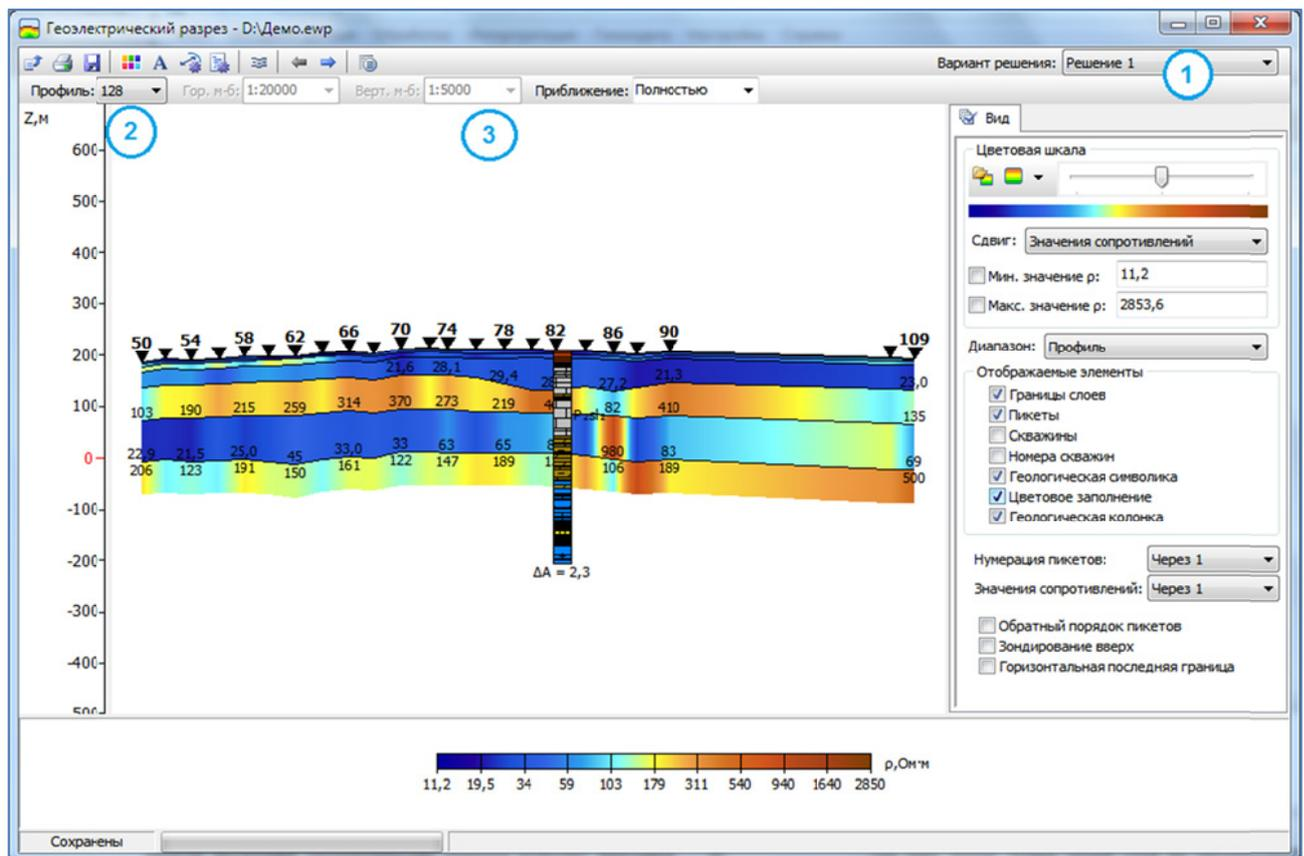

Рис. 6.4.1. Модуль построения геоэлектрических разрезов.
Для запуска модуля оформления геоэлектрических разрезов нажмите кнопку  на панели инструментов в главном окне программы *Зонд 2*. Появится окно соответствующего модуля, в котором возможно нанесение геологической символики, и подготовка изображений для отчета (рис. 6.4.1):
- убедитесь, что работаете с нужным решением (рис. 6.4.1, цифра 1).